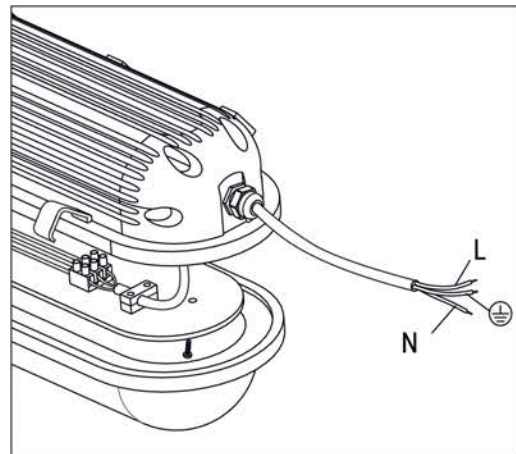

Рисунок 4
5.3. Подключение светильников ДСП 1401, ДСП 1403 (рисунок 4).